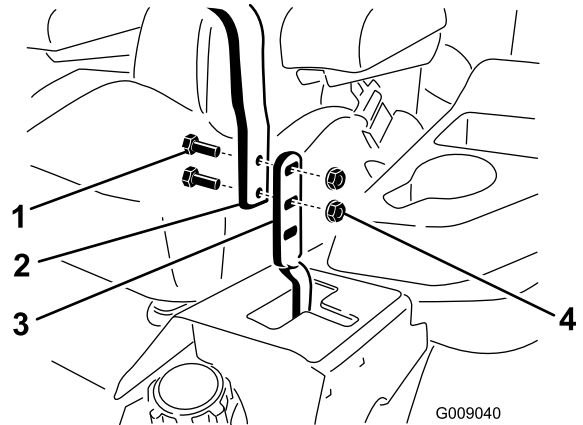

Figura 85
3. Afloje los pernos y las tuercas con arandela prensada de las palancas (Figura 85).
4. Alinee las palancas en el sentido adelante/atrás acercándolas a la posición de PUNTO MUERTO, y moviéndolas hasta que estén alineadas; luego apriete los pernos (Figura 85).